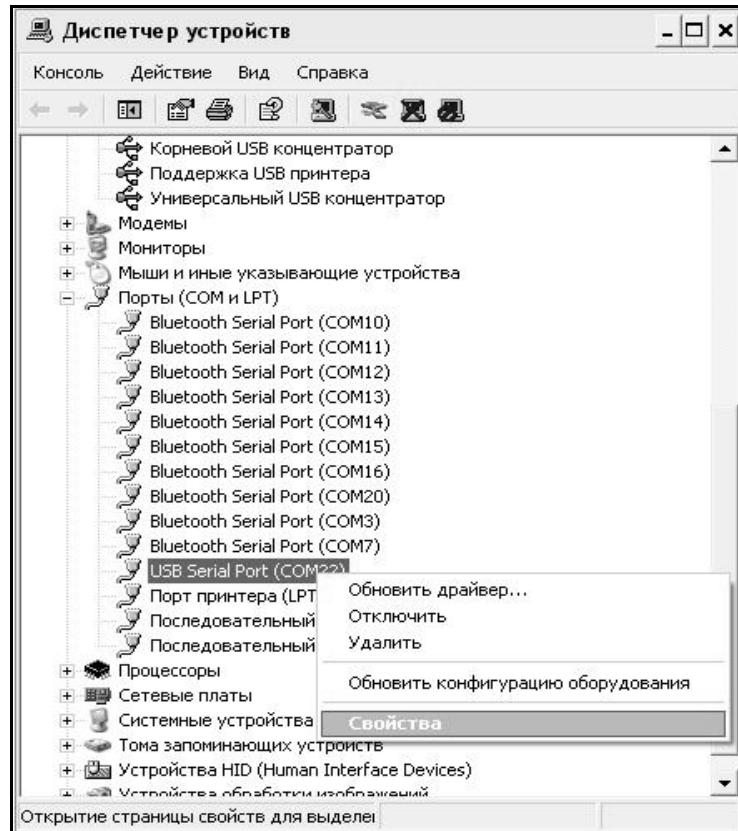
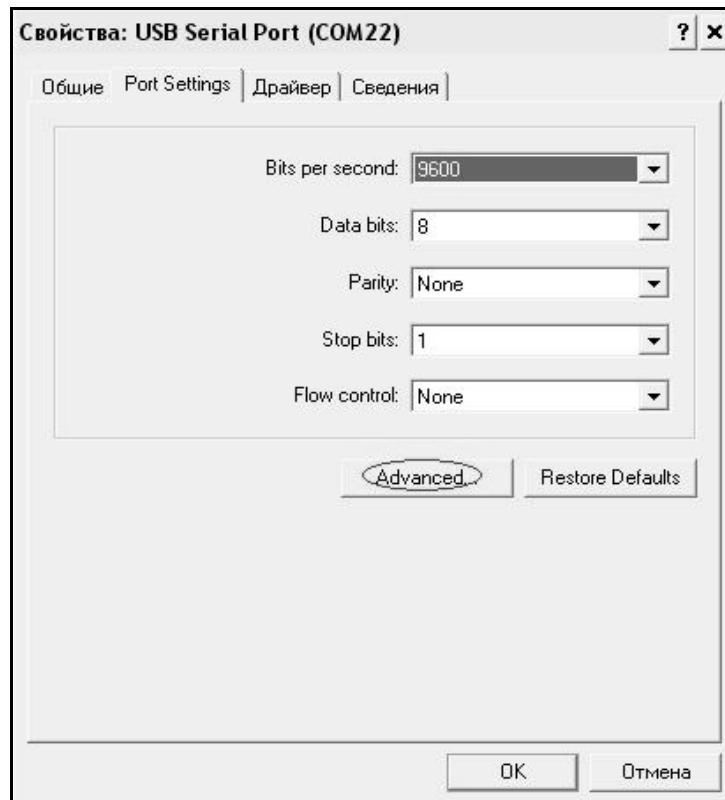
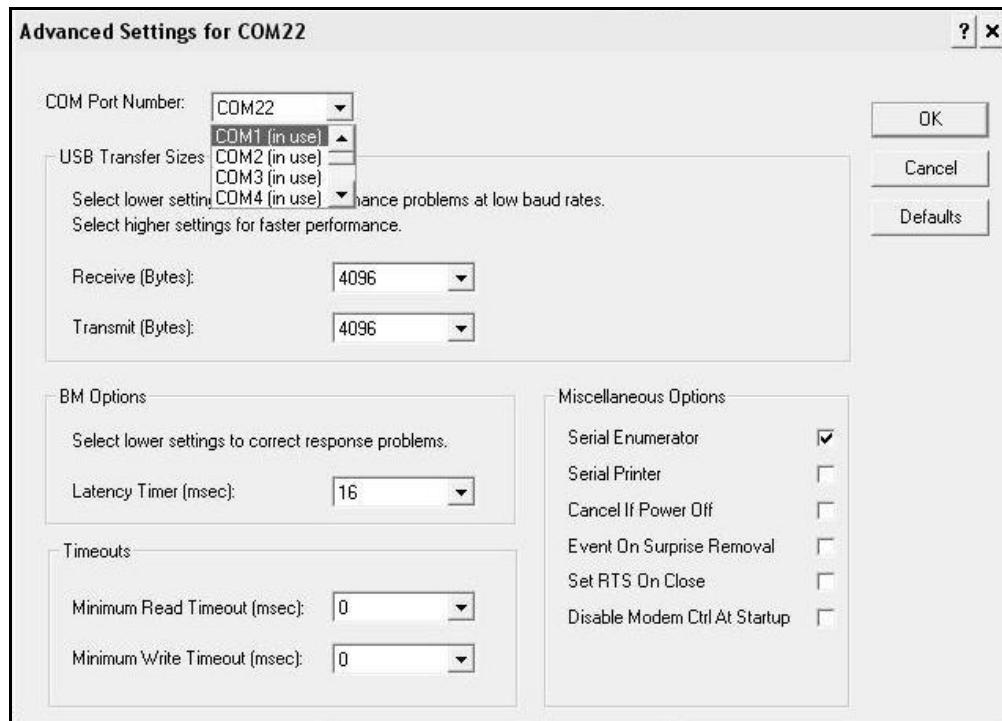

Рисунок 2.4 – Окно диспетчера устройств
Рисунок 2.5 – Окно свойств USB-порта
Рисунок 2.6 – Дополнительные настройки драйвера
– найти строку «USB Serial Port (COM №)», в скобках указан номер COM-порта; если номер в скобках «1», то настройка завершена и ничего менять не нужно, если в скобках другой номер, необходимо вызвать окно свойств «USB Serial Port (COM №)» (правой клавишей мыши щелкнуть по строке USB Serial Port (COM №) и выбрать пункт меню «Свойства») (рисунок 2.4), перейти на вкладку «Параметры Окна», нажать кнопку «Дополнительно» (рисунок 2.5) и в выпадающем списке «Номер Сомпорта» выбрать «COM 1» (рисунок 2.6), нажать кнопку «OK».